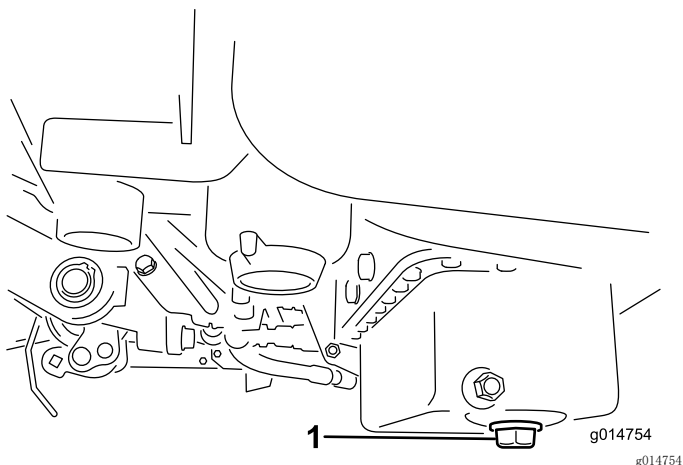

图29
1. 拆下排油塞、让油流入放油盘。油不再流时、安装排油塞（图29）。